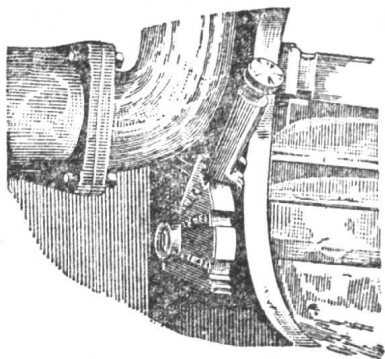

图8 减压杆放在“工作”位置
19. 当起动发动机刚开始以正常速度轉动柴油机后，立即將减压杆放到中間位置，然后再放到“工作”位置（图8）。